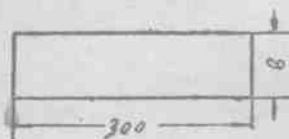

图 4 鉄片
- 附图 4 U型管道布置图
錦州鉄合金厂的四十仟伏安简易电爐的变压器，是自己纏的单相20仟伏安小变压器。变压器鉄芯用 0.5 毫米厚的薄鉄板迭成（图 4、5）。鉄板两面刷一层絕緣漆（絕緣漆用絕緣漆片和酒精配制）。